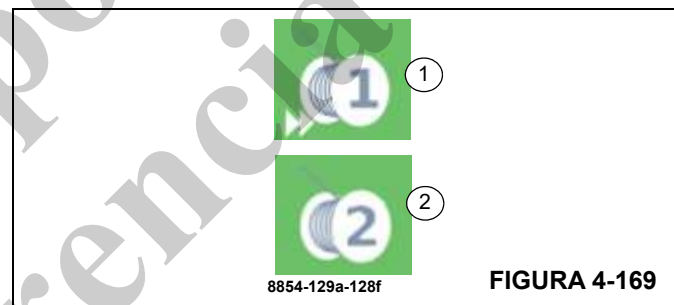

FIGURA 4-169
ENCENDIDO:	(1), (Figura 4-169) Modo de alta velocidad encendido
APAGADO:	(2), (Figura 4-169) Modo de alta velocidad apagado